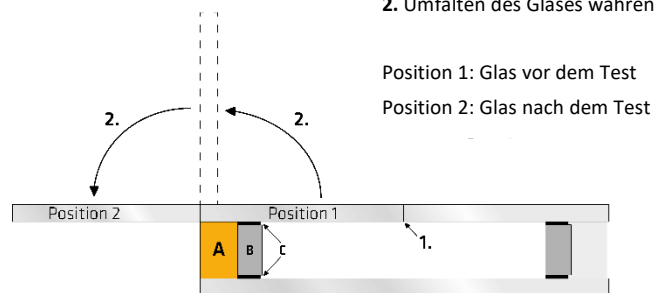

Abbildung 29: Buchtest
1. Glas- und/oder Metallprüfkörper (Originalmaterial, wie im betreffenden Projekt spezifiziert) mit dem Teflon-Abstandhalter [8] und - soweit erforderlich - Distanzhaltern (Abbildung 28, Abbildung 29) versehen, um die geforderte Fugenabmessung von 12 x 12 x 50 mm zu erhalten.